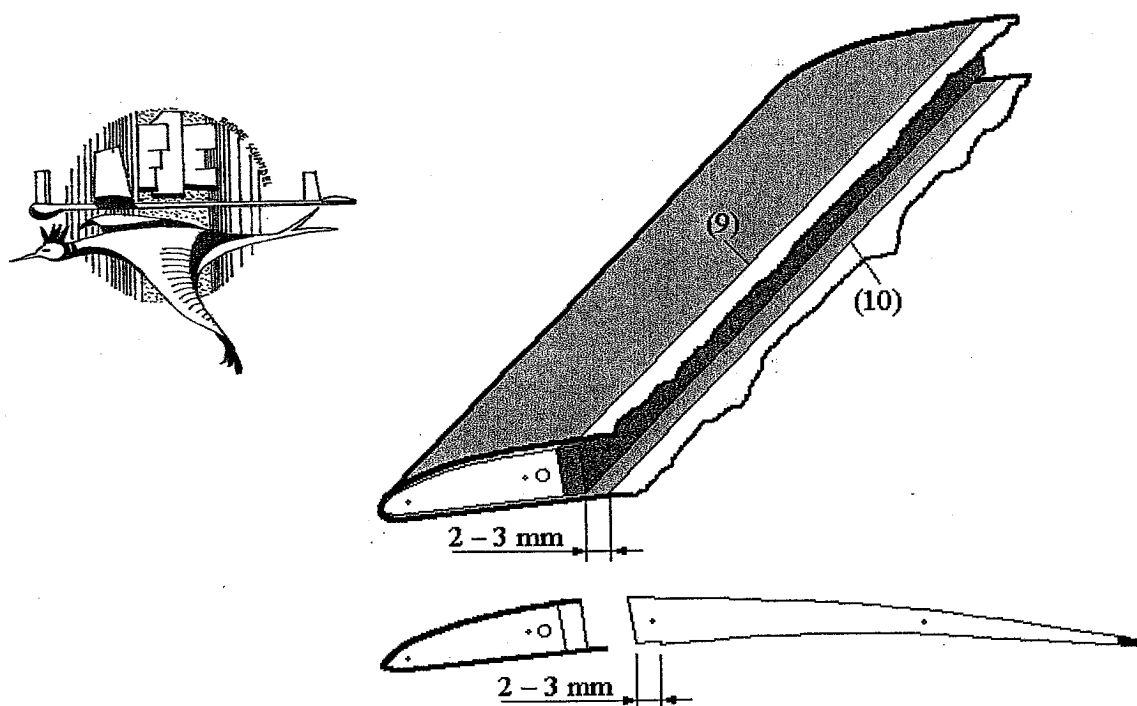

Figure 4. Adjustment of the „shell” on the wing upper and lower side
- the upper side surface shall have the exact size of the beam (we cut on line (9));
- the lower side surface shall be longer than the beam (*figure 4*), thus achieving a 2-3 mm edge which to have the rib posterior side rested on (we cut on the line (10)).
Le tissu imprégné d'époxy sera posé autour d'un moule bois dur façonné selon la partie avant du profil d'aile. Une feuille plastique entoure le moule pour permettre le démoulage après durcissement de l'époxy. Le tout est enfilé dans un sac plastique, et comprimé à la pompe à vide pour la durée de la polymérisation. Après cette opération la coque gardera la forme du moule. Découper alors la coque en vous aidant d'une règle métal (fig.4). L'extrados doit affleurer l'arrière du longeron (découpe selon la ligne 5) et l'intrados dépassera le longeron de 2-3 mm (découpe selon 10). Ceci aménage la surface de